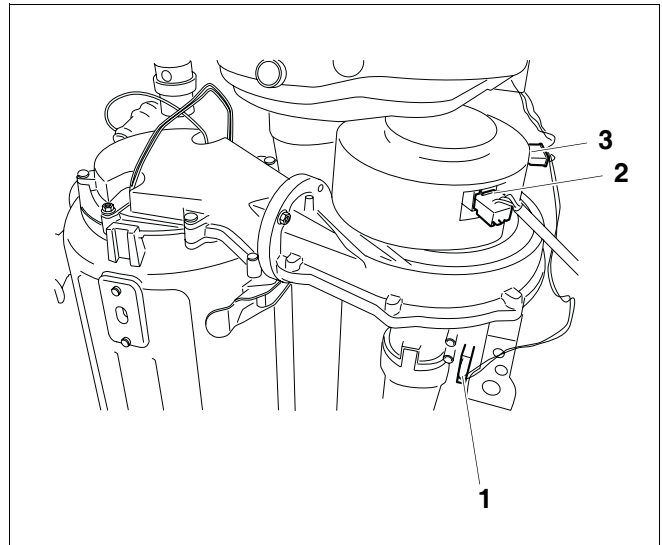

Bild 55 Steckverbindungen
- Steckverbindungen (→ Bild 55, [1], [2] und [3]) von Gebläse und Gasarmatur abziehen.